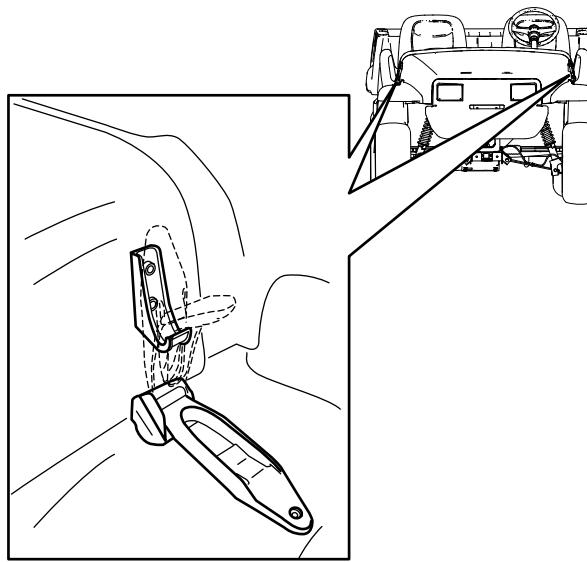

图 21
1. 向上提起机罩两侧橡胶闩锁上的手柄图 21。
2. 将橡胶闩锁与机罩两侧的锁锚对齐固定机罩图 21。